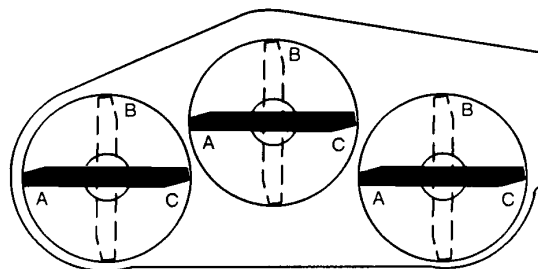

Figure 15
5. Placer les trois lames à la position "A" (Fig. 15) et mesurer la distance entre la surface plane et le bas de l'extrémité de chaque lame (Fig. 16).
7. Tourner les lames à la position "C", mesurer la distance et noter la dimension obtenue (Fig. 15, 16).